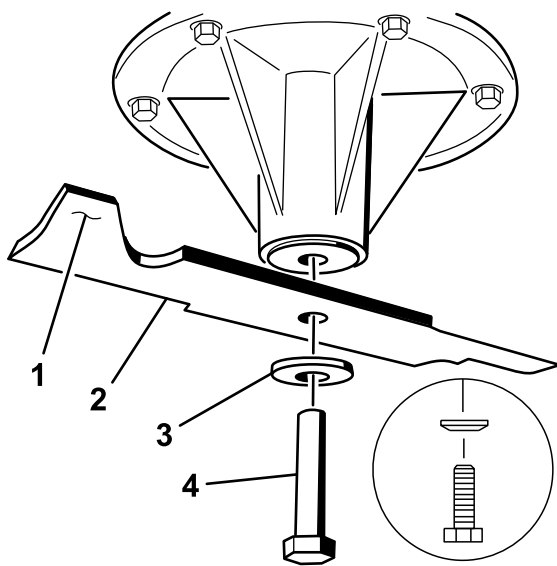

Figura 98
2. Retire del eje el perno de la cuchilla, la arandela curva y la cuchilla (Figura 98).